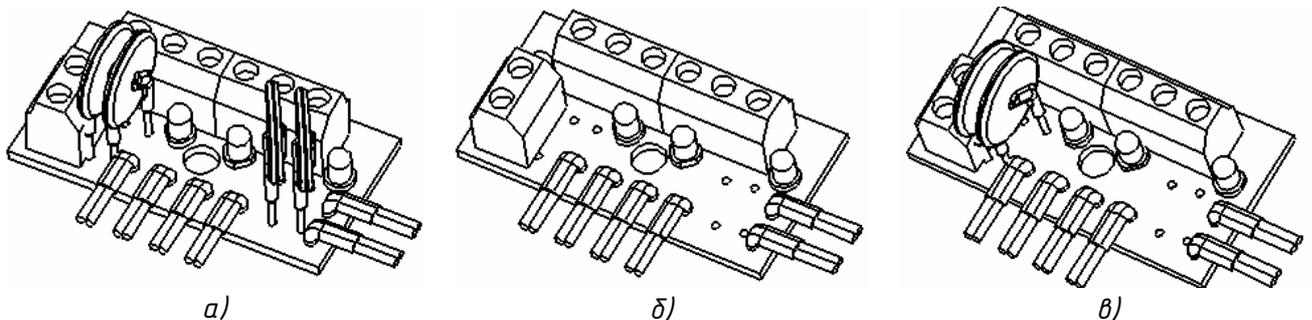
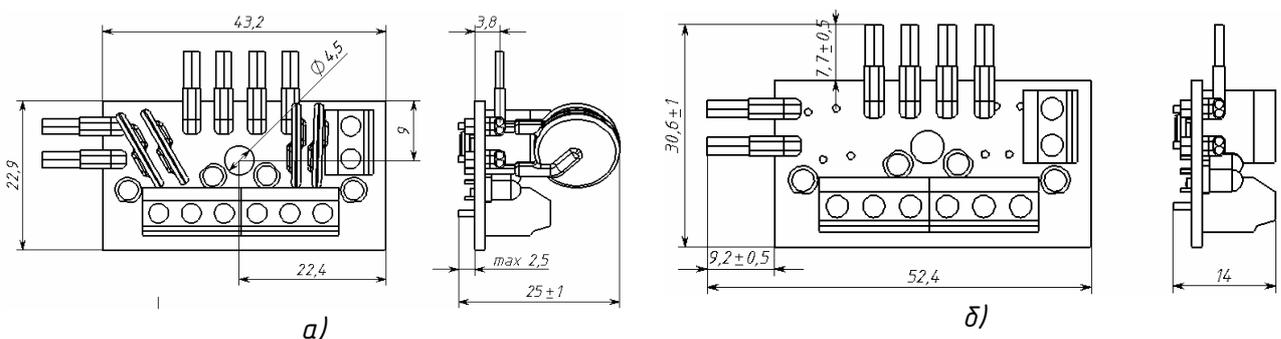

Рисунок 1. Вид общий расширителя
Рисунок 2. Габаритный чертеж расширителя
1.2 Варианты общего вида расширителя приведены на рис. 1, габаритный чертеж – на рис. 2 соответственно.